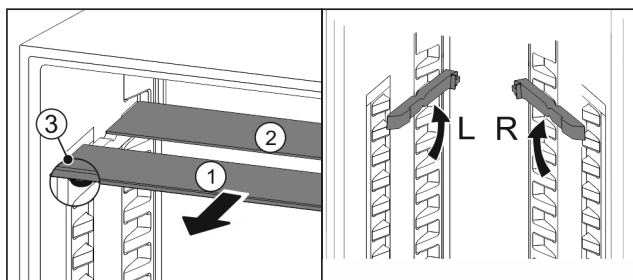

Fig. 107
- Vytiahnite sklené dosky jednotlivo dopredu Fig. 107 (1).
- ▷ Sklená doska Fig. 107 (1) s ozdobnou lištou leží vpredu.
- ▷ Zarážky Fig. 107 (3) ukazujú nadol.